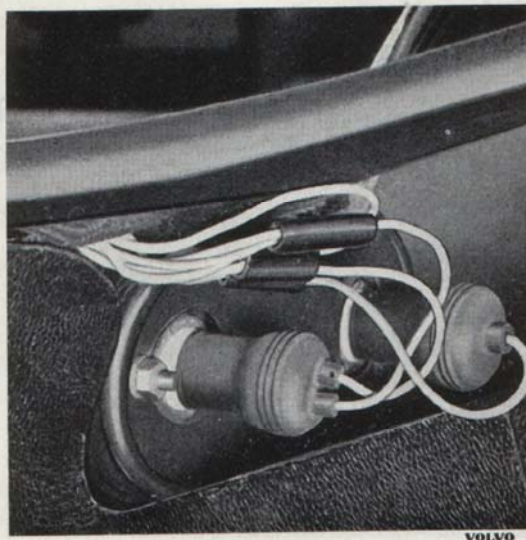

Bild 90. Baklyktans kopplingskontakter
3. Lossa ledningarna vid kopplingsstyckena. Bild 90.